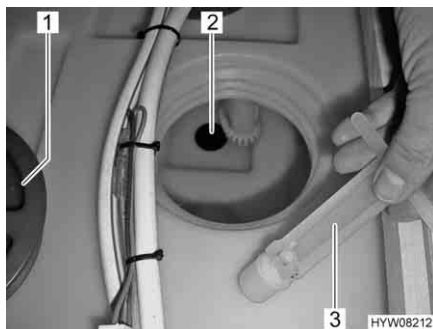

Fig. 140 Serbatoio dell'acqua (tappo di chiusura)
- Svitare il coperchio (Fig. 140,1) del serbatoio dell'acqua.
- Estrarre il tappo di chiusura (Fig. 140,3) dall'apertura di scarico (Fig. 140,2). L'acqua fuoriesce.